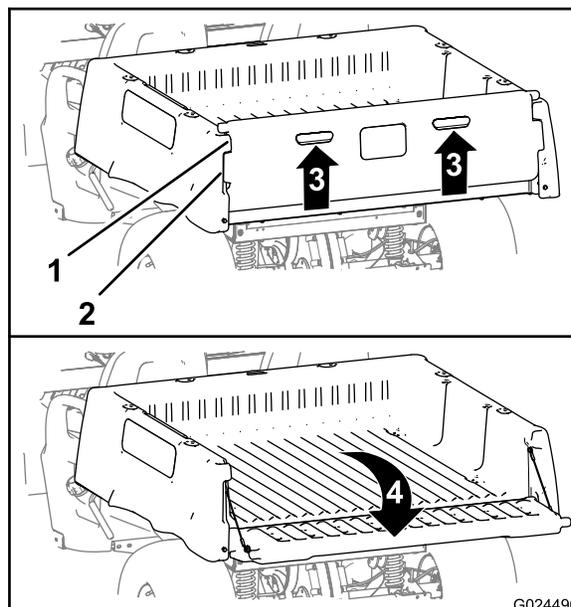

Рисунок 15
- Поднимите захваты на задней панели откидного борта (Рисунок 15).
6. Поверните откидной борт вверх и вперед так, чтобы фиксирующие фланцы откидного борта были заподлицо с его гнездом в грузовом кузове (Рисунок 15).
7. Опустите откидной борт до его посадки в задней части грузового кузова (Рисунок 15).